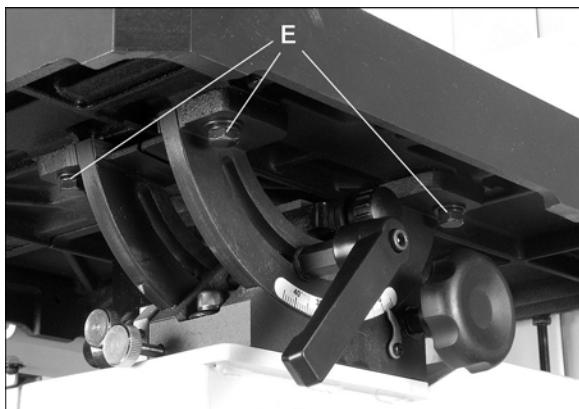

Рис. 10.
5. Если угловой паз не параллелен пильному полотну, ослабьте четыре винта (E, Рис. 10), которые крепят стол к поворотной опоре и сместите стол на необходимое расстояние так, чтобы угловой паз стал параллелен пильному полотну.